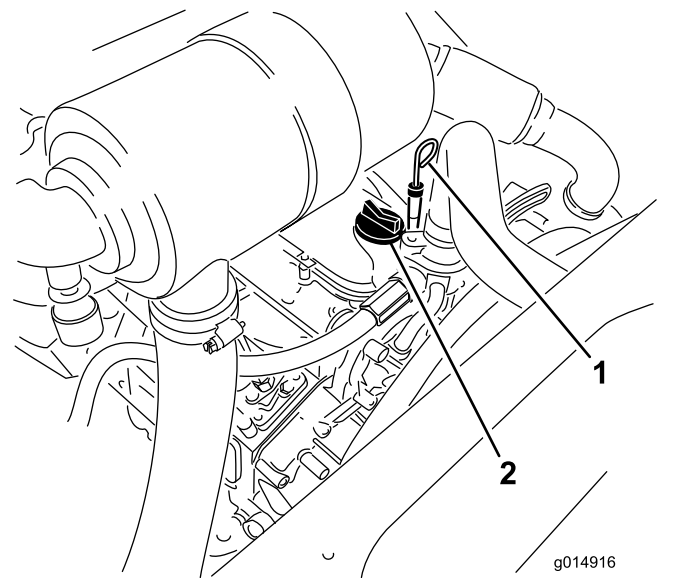

Figura 31
3. Retire la varilla, límpiela, y vuelva a colocarla (Figura 31).
5. Si el nivel de aceite está por debajo de la marca LLENO, retire el tapón de llenado (Figura 31) y añada aceite hasta que el nivel llegue a la marca LLENO.